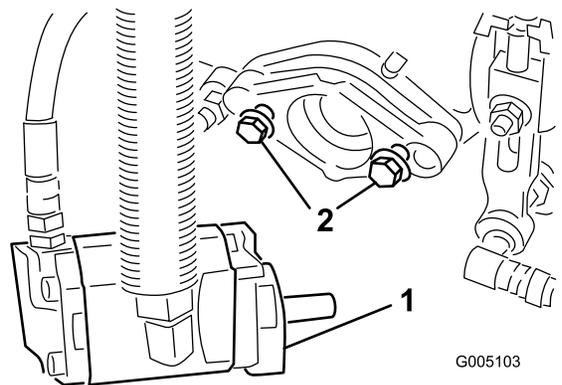

図 10
6. リールモーター取り付けボルトのねじの頭が、それぞれおよそ 13 mm 突き出した状態になるようにすること (図 10)。
8. 取り付けボルトを締め付ける。(図 10)。